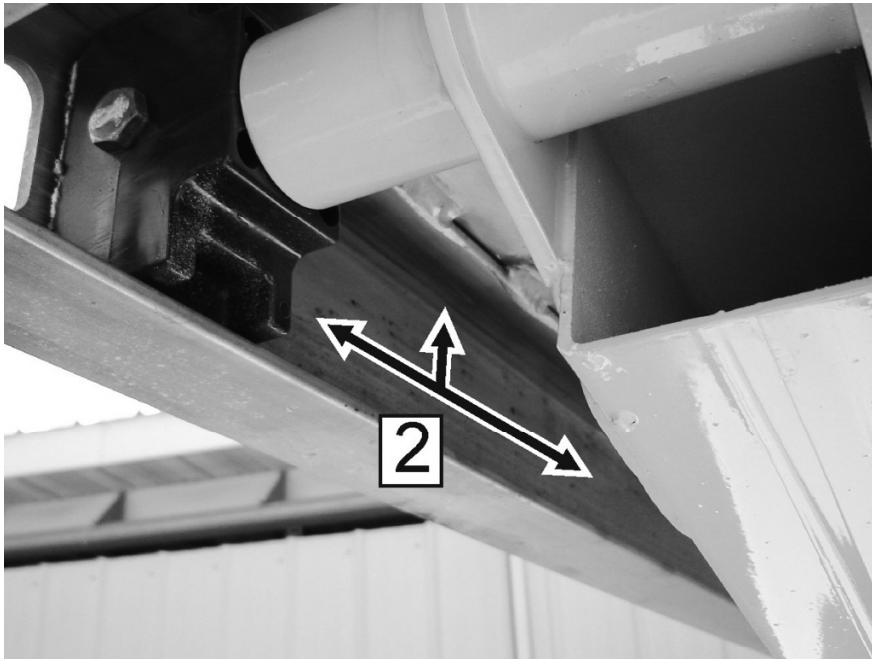

Abbildung 5-3. Oberer Gleitplattenkanal
4. Tragen Sie eine Schicht Fett entlang der inneren und oberen Kante des oberen Gleitkanals (2) auf beiden Seiten der Maschine auf. Siehe Abbildung 5-3., Oberer Gleitplattenkanal.